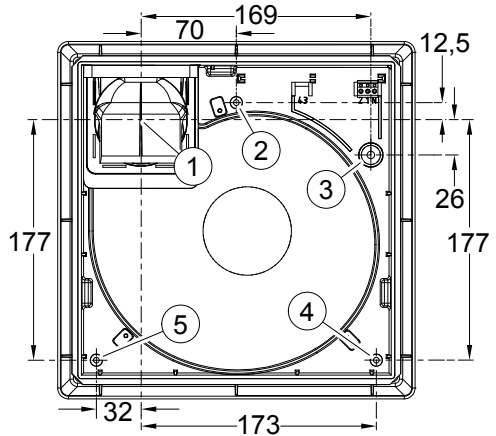

Abb. 20: Bohrbild
Legende zu Abb. 20:
- ▶ Kontrollieren Sie das Maß zwischen dem Mittelpunkt des Abluftrohrs in der Wand (entspricht Pos. 1 in Abb. 20) und dem Wandauslass des Netzkabels und ggf. des Steuerkabels (entspricht Pos. 3 in Abb. 20).
- ▶ Fädeln Sie das Netzkabel und ggf. das Steuerkabel durch die Öffnung (Pos. 3 in Abb. 20) an der Gehäuserückwand.
- ▶ Ziehen Sie das Netzkabel und ggf. das Steuerkabel durch die Öffnung (Pos. 3 in Abb. 20) an der Gehäuserückwand.
- ▶ Befestigen Sie das Aufputzgehäuse mit den drei Schrauben, Größe 4 x 40, an Pos. 2, Pos. 4 und Pos. 5 in Abb. 20.